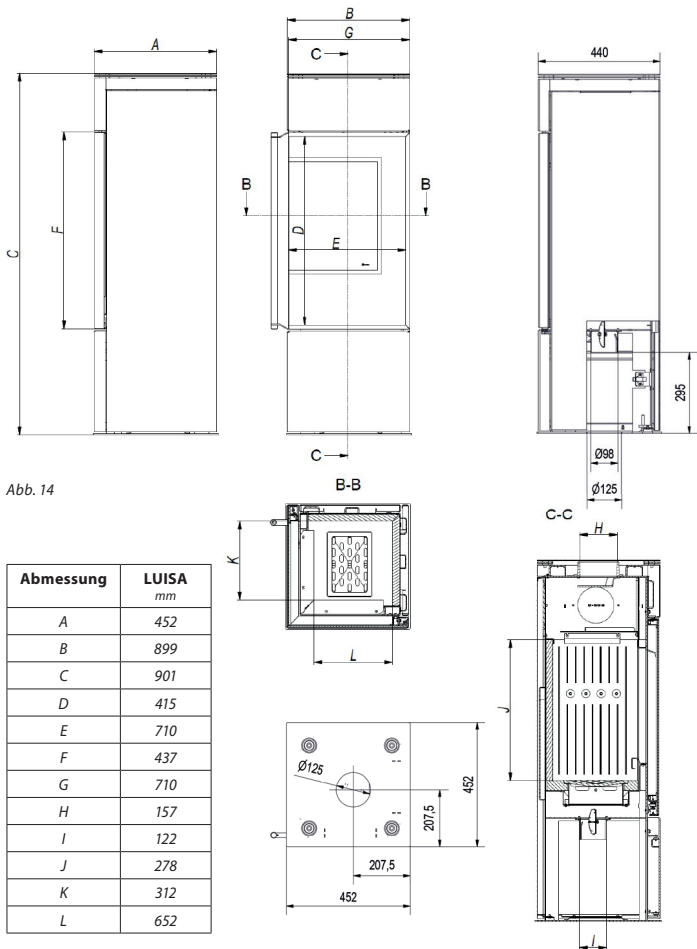

Abb. 14
*Der grundlegende Teil des Kaminofens ist ein Stahlmantel (Abb. 14), in dem sich die Verbrennungskammer befindet. Die Vorderwand der Verbrennungskammer bildet eine Stahltür, die mit zwei hitzebeständigen Glasscheiben und einem Handgriff ausgestattet ist.*